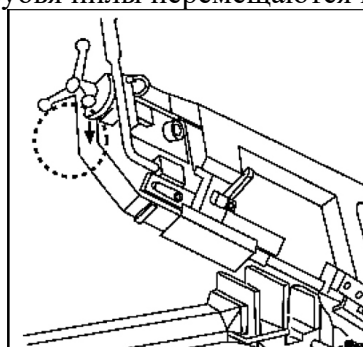

Рис. 5 Направление вращения пилы.
- Убедитесь, что ленточная пила вращается в направлении стрелки на защитном ограждении, которое ее закрывает, и что зубья пилы перемещаются в правильном направлении Рис. 5.
Направление вращения должно соответствовать указателям Рис. 5. При несоответствии направления вращения поменять местами два провода.